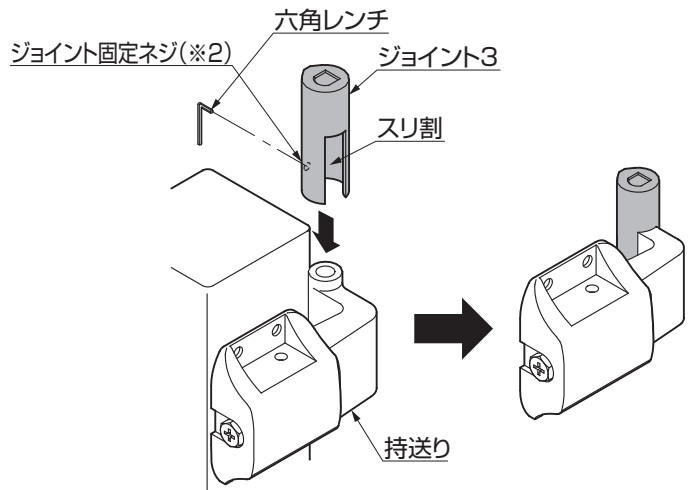

図3-6 ジョイント取付け
- ③ジョイントを調整金具の持送り部に装着し、ジョイント固定ネジを付属の六角レンチで締めつけてください。(図3-6参照)